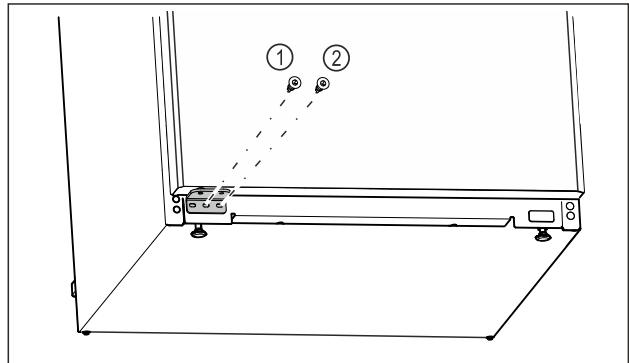

Fig. 25
- ▶ Shtrëngoni vidën e mesit të bazamentit mbështetës Fig. 25 (1) me kaçavidë Torx 20.
- ▶ Shtrëngoni vidën e brendshme të bazamentit mbështetës Fig. 25 (2) me kaçavidë Torx 20.